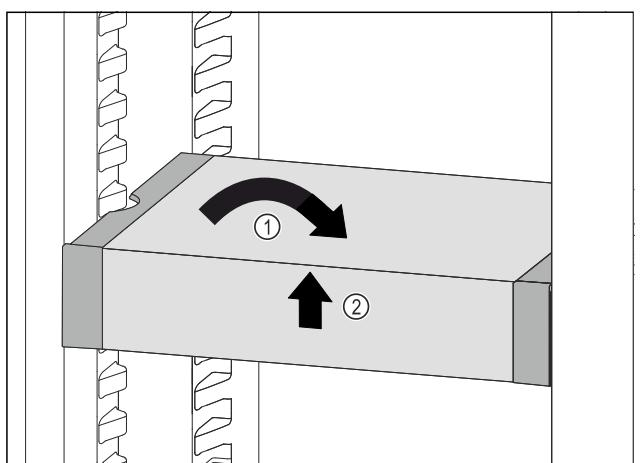

Fig. 138
- VarioSafe gerade stellen. Fig. 138 (1)
- VarioSafe vorne anheben. Fig. 138 (2)